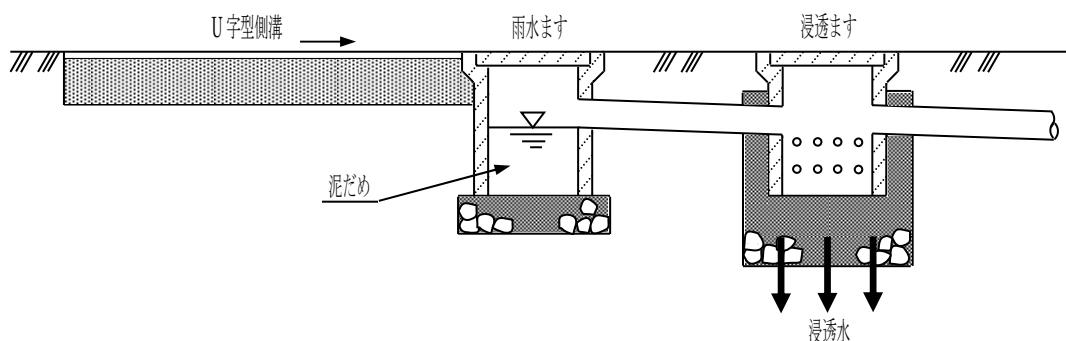

図3-28 目詰まり防止対策
- (イ) 地表水をU字型側溝等で集水し、浸透ますで浸透させると、土砂等が直接浸透ますに流入し、目詰まりを起こすので、図3-28の様に泥だめのある雨水ますを手前に設置し、堆積した土砂等を取り除くなど定期的な維持管理が必要です。